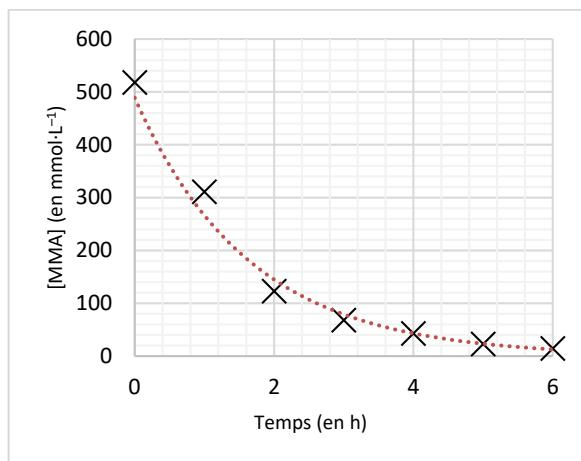

Figure 3. Graphique représentant  $[MMA] = f(t)$
**3.3.** Déterminer le temps de demi-réaction  $t_{1/2}$  de la polymérisation du MMA à l'aide de la figure 3. Commenter.
**3.4.** À l'aide de la figure 3, estimer en explicitant la méthode, la valeur de la vitesse de disparition  $v_p$  de MMA à l'instant initial.